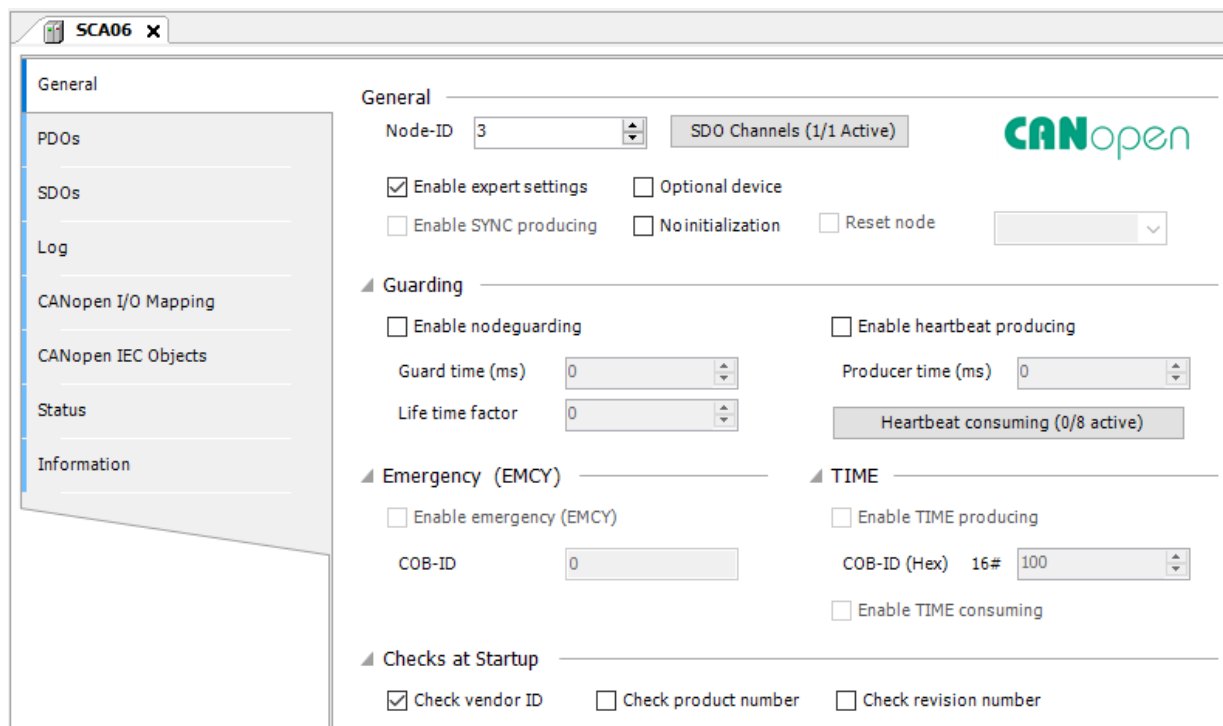

Figura 6.10: Configuração padrão SCA06 na rede CANopen SoftMotion.
- Abra as configurações do objeto **SCA06**, na aba **General**, configure as opções da página conforme a Figura 6.10.